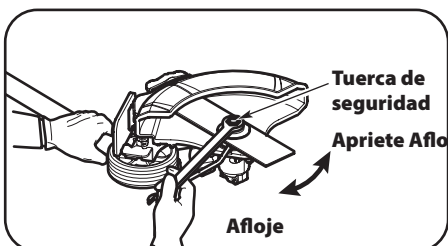

Figura 3
2. Mantenga la varilla de seguridad en su lugar sosteniéndola junto al alojamiento del eje inferior. Consulte la Figura 3.
5. Mantenga la varilla de seguridad en su lugar sosteniéndola junto al alojamiento del eje. Consulte la Figura 3.